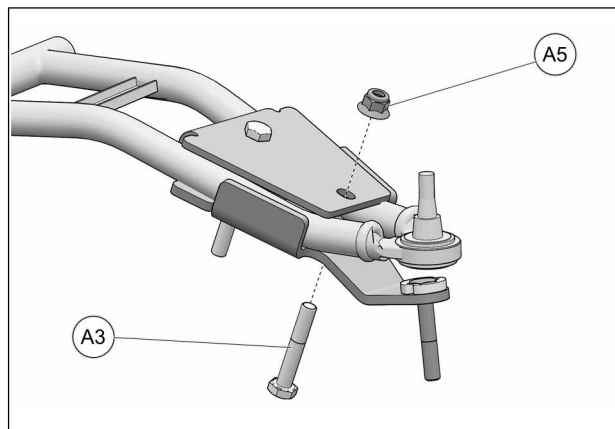

Fig. 21
7. Insérer un boulon M10x60mm (**A3**) par le dessous de l'ancrage, comme montré ci-dessous. Assembler les deux parties avec un écrou M10 (**A5**) fourni. Serrer l'assemblage à un couple de 50 Nm [37 lb•pi]. Voir la Fig. 21